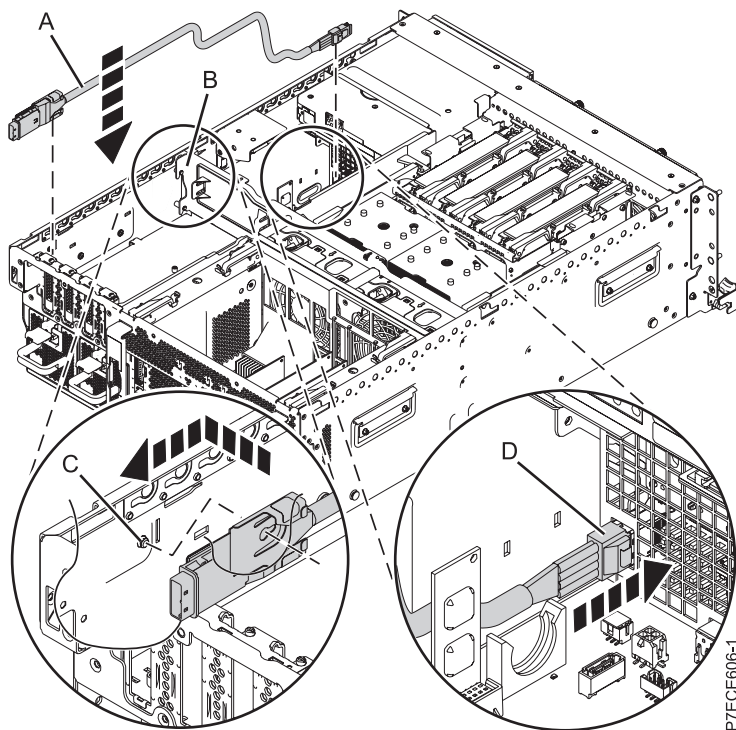

Figure 30. Remplacement du câble SAS
3. Connectez le capuchon SAS du câble SAS (**A**) au port de connexion SAS externe situé à l'arrière du fond de panier système jusqu'à ce qu'il s'enclenche (voir figure 30).